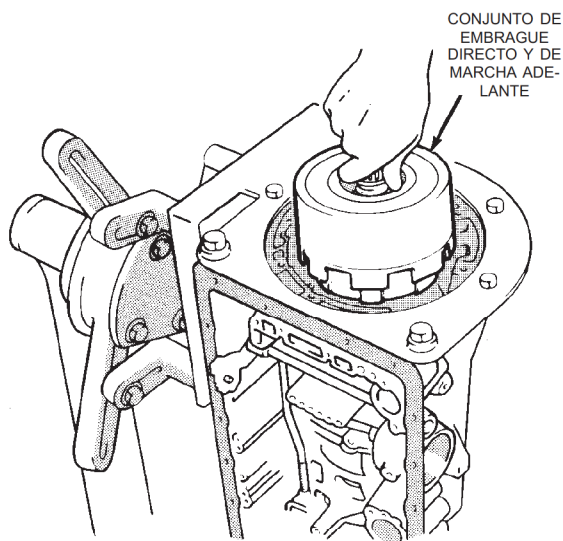

Fig. 105 Desmontaje del conjunto de embrague directo y de marcha adelante
(37) Retire el conjunto de embrague directo y de marcha adelante (Fig. 105).